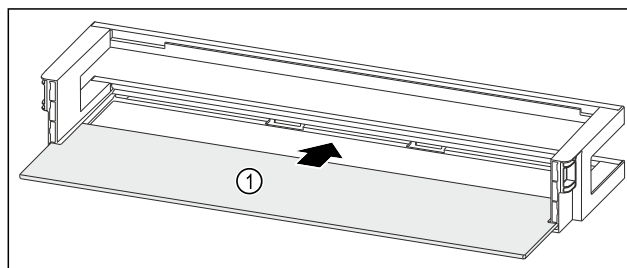

Fig. 94 Raft montat pe ușă cu raft
- ▶ Împingeți în interior raftul Fig. 94 (1) în degajările laterale.